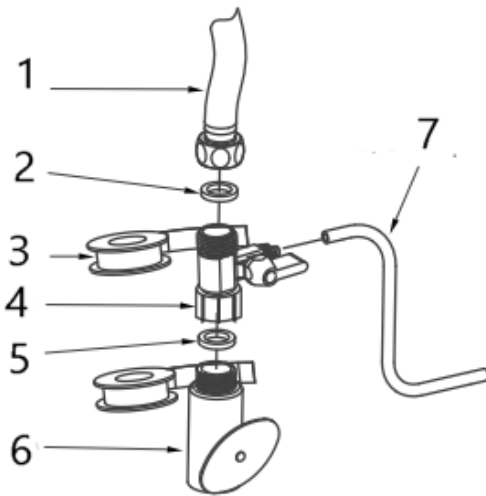

Fig. 1
3. Raccordez la vanne de dérivation à la vanne de l'eau d'alimentation et au tuyau (Fig. 1).